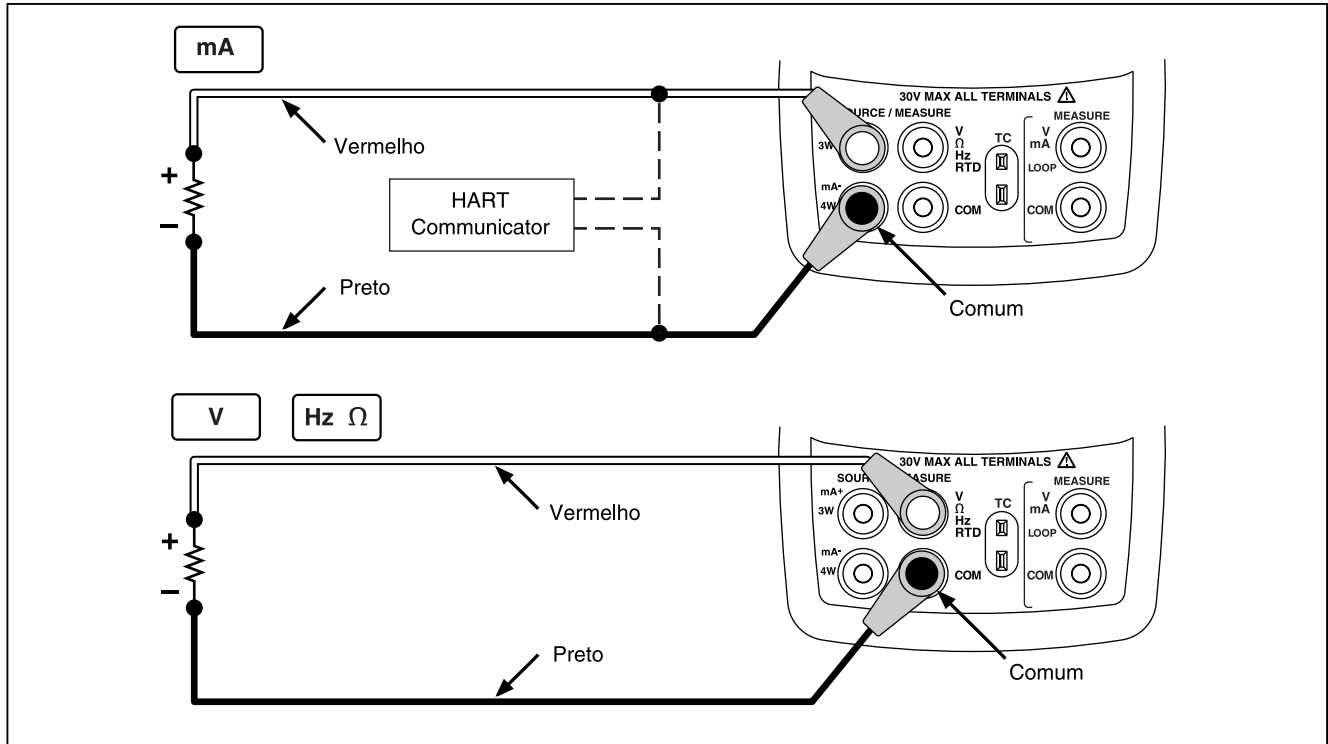

Figura 15. Conexões para fonte elétrica
1. Conecte os terminais de teste, conforme mostrado na Figura 15, dependendo da função de fonte.